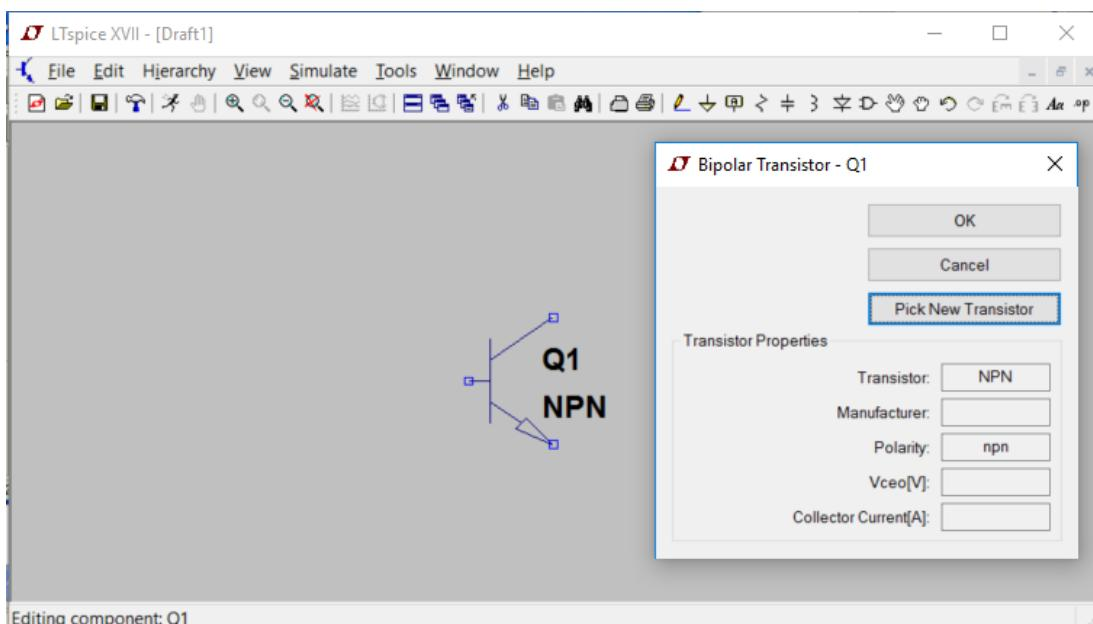
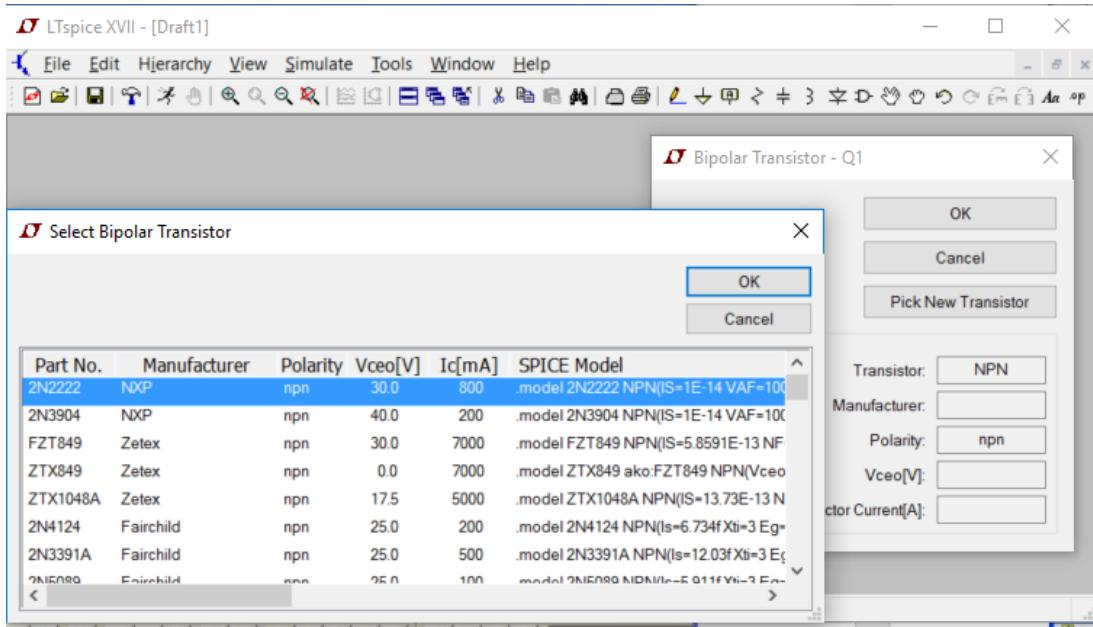

Figura A.13: LT Spice - Vizualizarea proprietăților unui tranzistor *npn*.
Figura A.14: LT Spice - Alegerea componentei dorite din lista de componente disponibile împreună cu kit-ul de instalare.
3. Se accesează baza de date folosind *Pick New Transistor*, după care se alege componenta dorită, e.g., 2N2222 pentru un tranzistor bipolar npn (se observă în Figura A.13 și în Figura A.14).